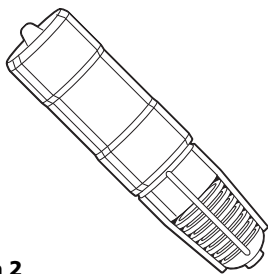

Figura 2
- Se debe usar una válvula de retención en la línea de succión para mantener la capacidad de cebado automático. Si no se usa una válvula de retención, se deberá cebar la bomba cada vez que la haga funcionar. Para un mejor funcionamiento, se debe instalar la válvula de retención en la entrada de la línea de succión (Figura 2).